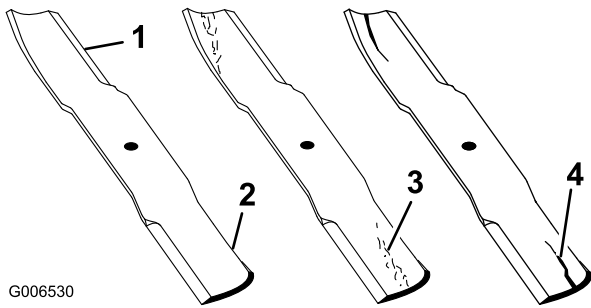

Bild 47
1. Untersuchen Sie die Schnittkanten (Bild 47).
2. Prüfen Sie die Schnittmesser, insbesondere den gebogenen Bereich (Bild 47).
Hinweis: Montieren Sie ein neues Messer, wenn Sie Schäden, Verschleiß oder Rillenbildung in diesem Bereich feststellen (Punkte 3 und 4 in Bild 47).